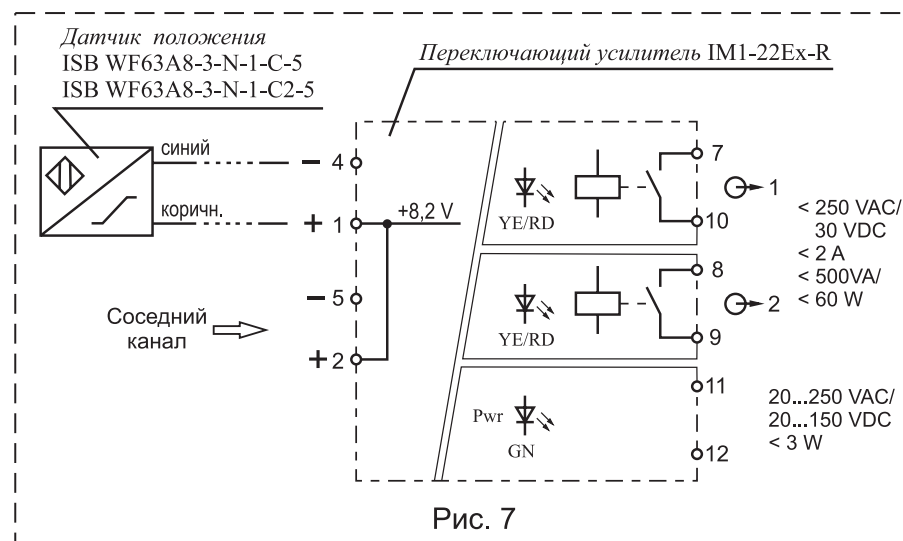

Рис. 7
4.4 Электрический монтаж датчика положения и переключающего усилителя производится в соответствии со схемой рис. 7 и руководством по эксплуатации на датчик положения и переключающий усилитель. Выходное реле переключающего усилителя открывается при срабатывании клапана.